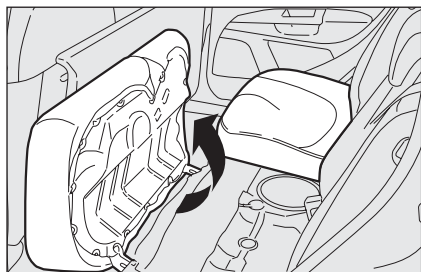

fig. 95
- ribaltare i cuscini in avanti nel senso indicato dalla freccia **fig. 95**;